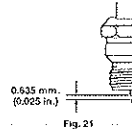

Fig. 21
3. Remplacez toute bougie fondée, encrassée ou sale. Réglez l'écartement à 0,635 mm (0,025 po) à l'aide d'une douille d'épaisseur (Fig. 21).